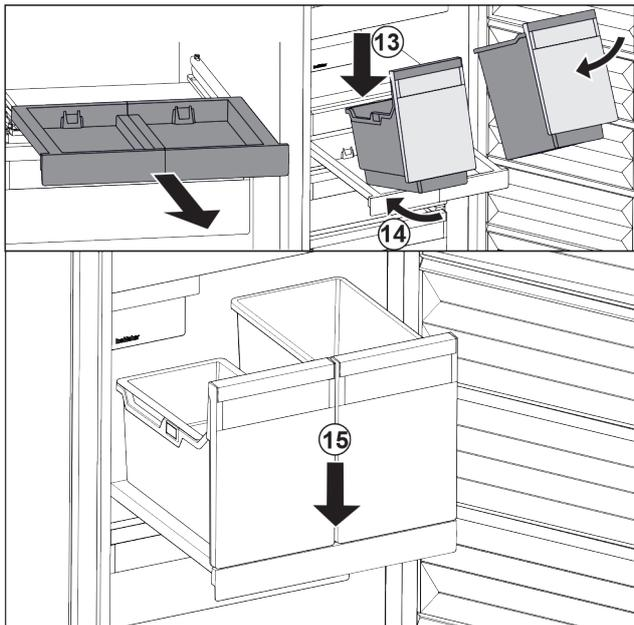

Fig. 39
- ▶ Встановити резервуар на витягну панель навкоси. Fig. 39 (13)
- ▶ Насунути резервуар навкоси до заду. Fig. 39 (14)
- ▶ Резервуар опустити спереду. Fig. 39 (15)